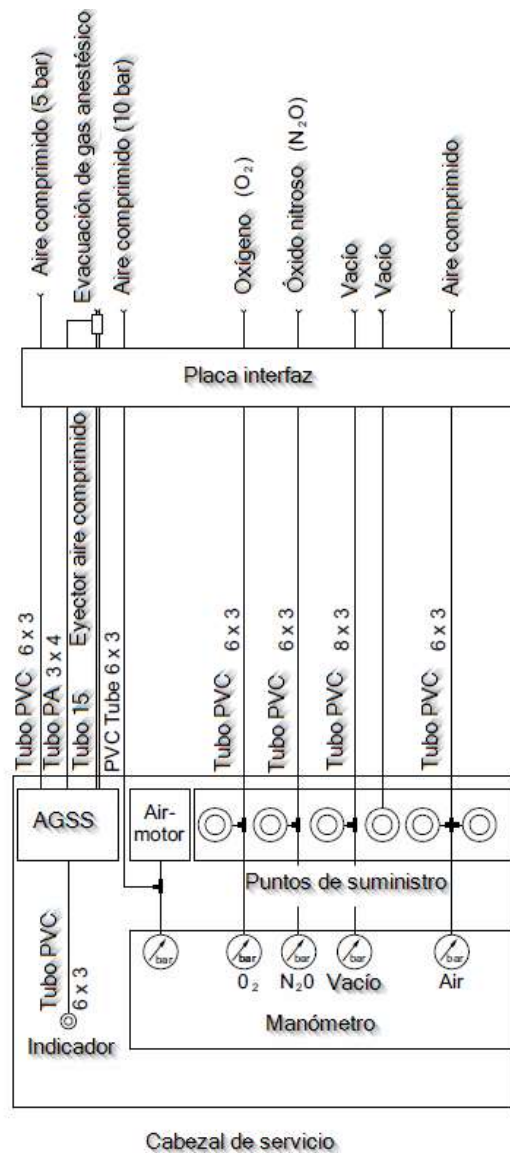

Abb.52 Beispiel für den Anschluss von Gasschläuchen und Anästhesiegas-Abluftsystemen
- Stellen Sie sicher, dass die Kabel, Schläuche und Leitungen den richtigen Versorgungsausgängen zugeordnet sind. Siehe Schema in Abbildung 52.